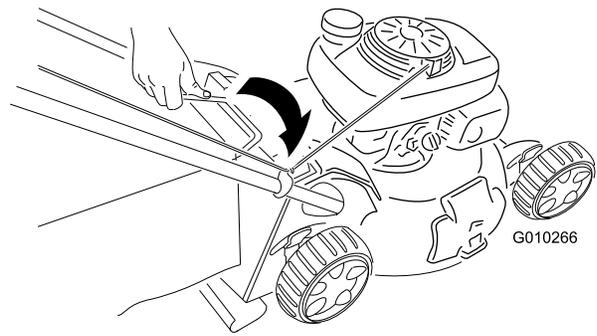
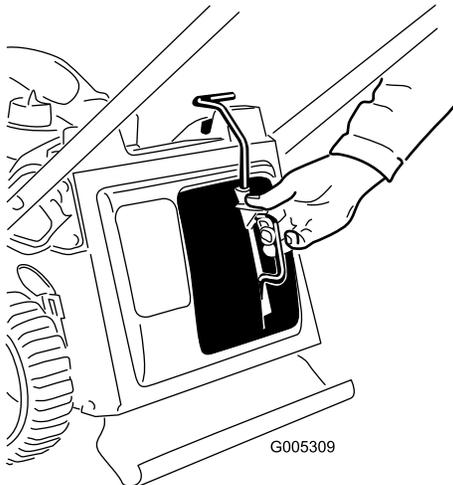

Bild 22
Bild 21
1. Setzen Sie den Mulchverschluss (Bild 21) oder den Fangkorb (Bild 22) an der Maschine ein.